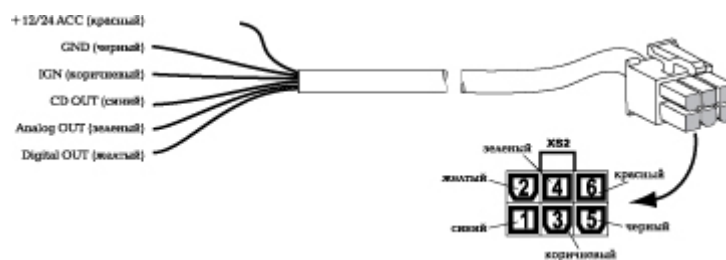

Рисунок 6.
4. Подключите контрольный блок 1 к бортовой сети автомобиля при помощи соединительного кабеля 6. Назначение соединительных проводов кабеля 6 приведено на рис.6
19. При помощи двухстороннего скотча и/или четырех саморезов, поставляемых в комплекте с устройством, зафиксируйте контрольный блок 1 в салоне автомобиля. Подключите необходимые проводники кабеля 6 согласно рис.6.